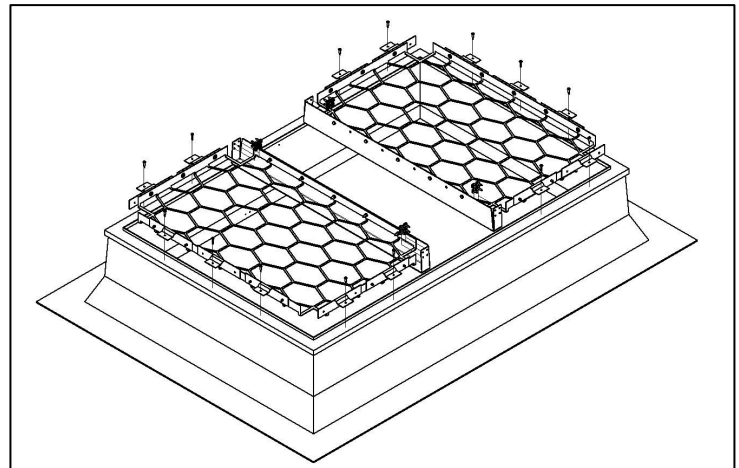

Bild 2
5. Die Verstärkungswinkel mittels Bohrschraube mit Scheibe DIN-7504-4,8x22-K-S16 in den Aufsetzkranz montieren. (Bild 2, Bild 4)